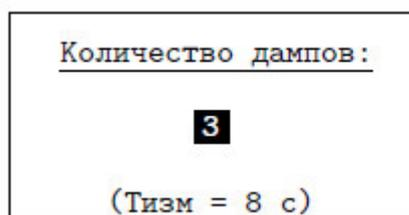

Рисунок 15
3.4.6. **"Количество дампов"** - установка количества дампов сигнала, по которым проводится спектральный анализ и выдается результирующий спектр (рис. 15).